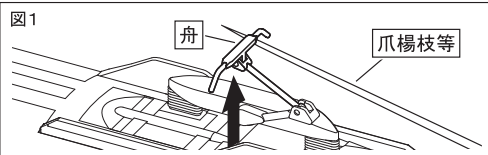

図1
- ①パンタグラフを上げるときは、舟の下側を爪楊枝等の細い棒を使用し、図1を参考にゆっくりと引き上げてください。